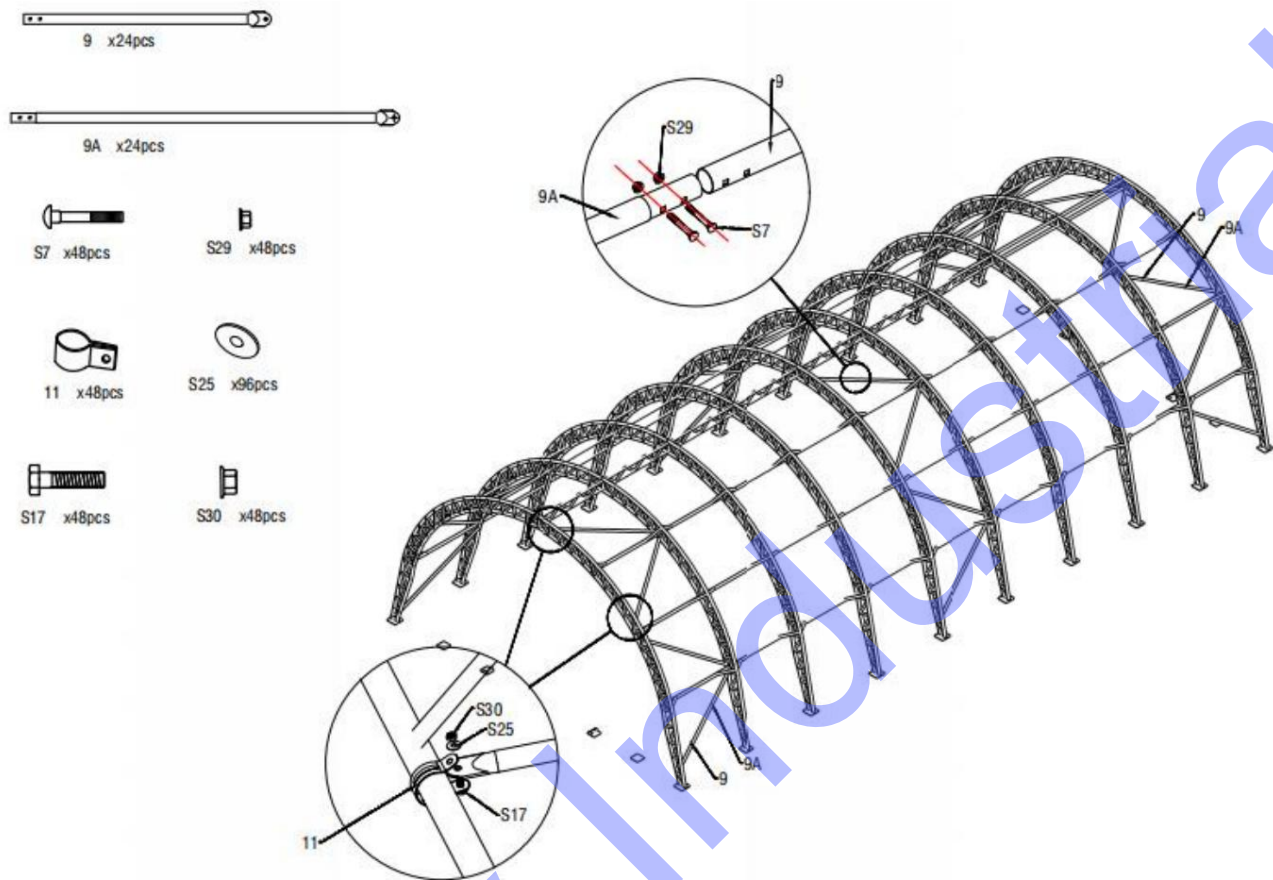

Figure 10
6. Comme le montre la figure 10, trouver le tube femelle de support diagonal (n° 9) et le support diagonal Tube mâle (n° 9A) et assemblez chaque tube de support de groupe avec un boulon de carrosserie M8x60 (n° S7) et écrou à bride M8 (n° S29). Raccordez ensuite le tube de support diagonal à arc en utilisant le clip (n° 11).